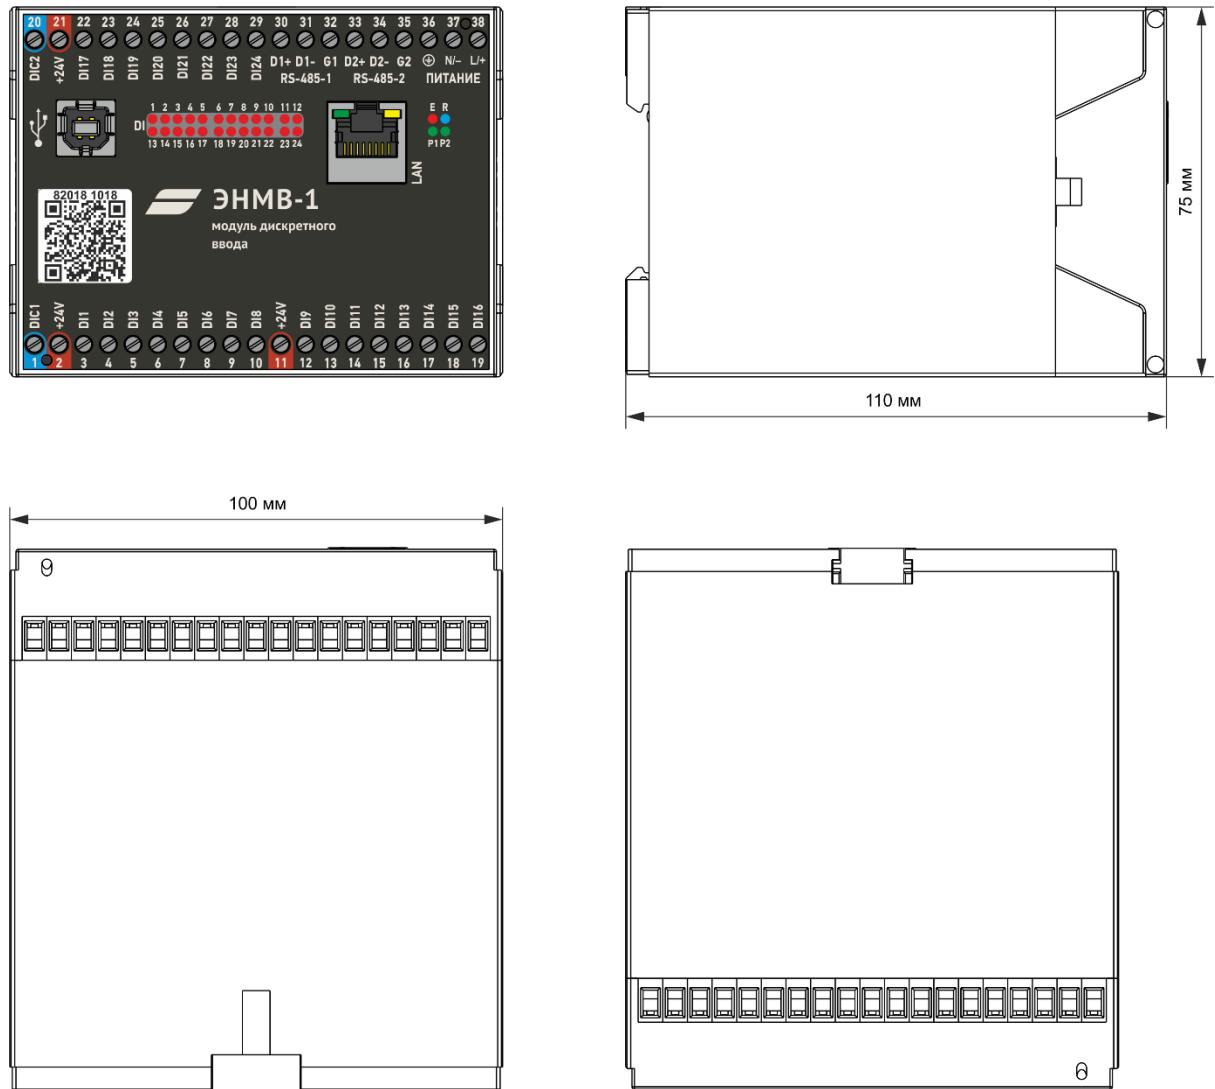

Рисунок 1.1. Габаритные размеры ЭНМВ-1
- 1.3.4 Габаритные размеры ЭНМВ-1-24/0, ЭНМВ-1-0/22, ЭНМВ-1-0/20, ЭНМВ-1-16/6, ЭНМВ-1-16/3R, ЭНМВ-1-8X8/0, ЭНМВ-1-8P2T/0, ЭНМВ-1-8/3R, ЭНМВ-1-16/0, ЭНМВ-1-8X/0, ЭНМВ-1-8/6, ЭНМВ-1-0/18, ЭНМВ-1-8P/0 приведены на рис. 1.1.